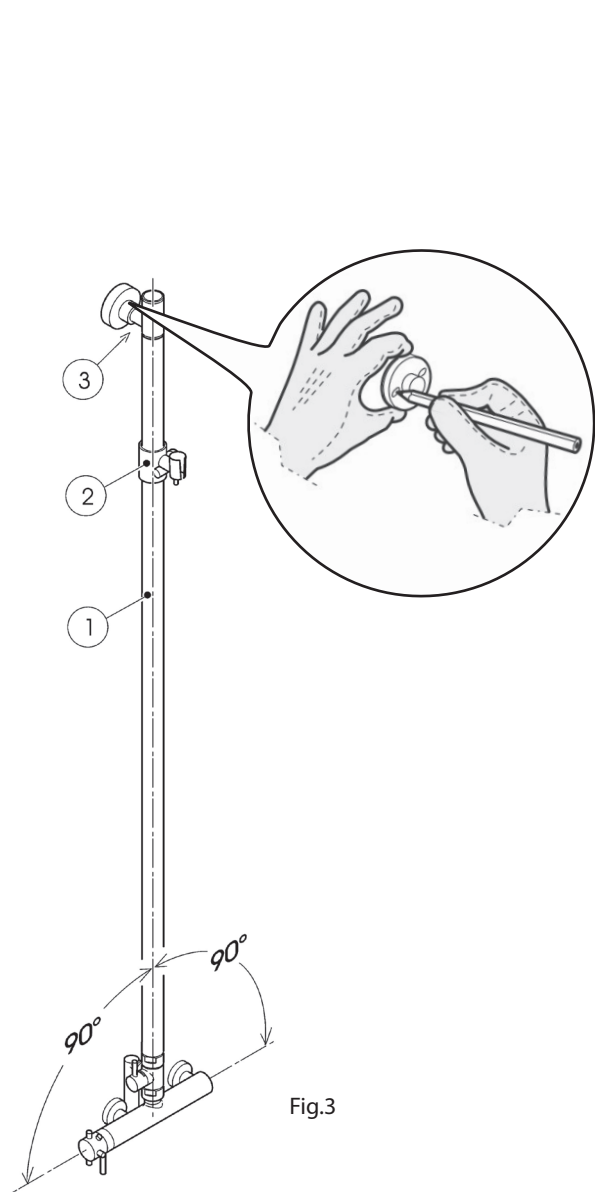

Fig.3
- 5) Verificare che il tubo della colonna (1) sia in posizione perfettamente perpendicolare al rubinetto e quindi segnare a muro i fori di fissaggio del supporto (3) (fig.3)
- 5) Sicherstellen, dass das Rohr der Säule (1) in perfekter senkrechter Position zum Wasserhahn steht und nun an der Wand die Bohrungen für die Befestigung der Halterung (3) markieren (Abb. 3).